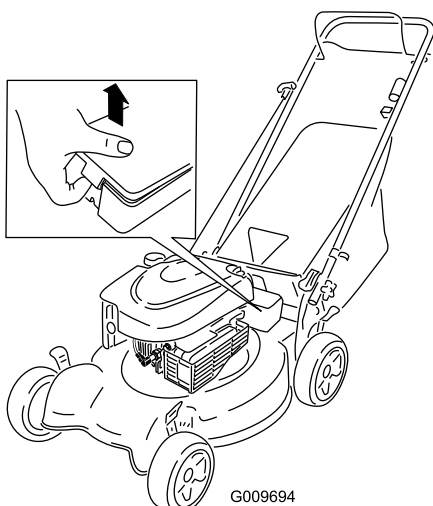

Figure 21
1. Dégagez les deux extrémités du couvercle de la batterie et déposez le couvercle (Figure 21).